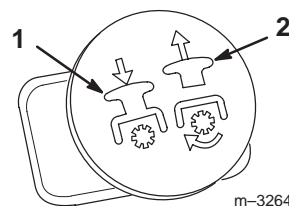

Figure 14
3. Placez la commande de PdF en position En service (Fig. 14).